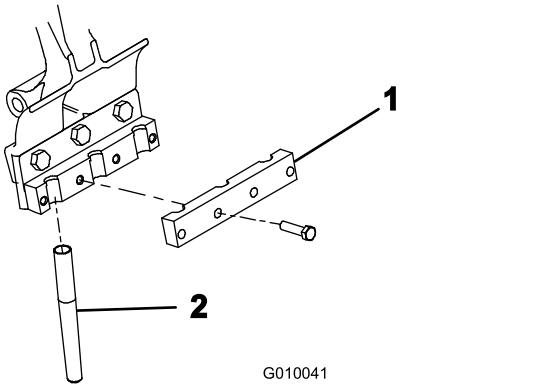

图 24
5. 用 4 个螺栓 $\frac{3}{8}$ x 1 $\frac{1}{2}$ 英寸将打孔针夹具松松地固定到各个打孔针夹头上图 24。切勿将螺栓拧得过紧。